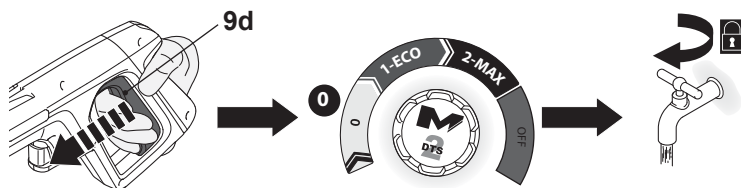

Fig. 23
1. Solte o gatilho (9d) (Fig. 23).